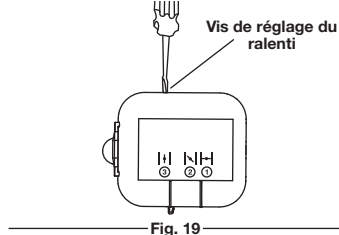

Fig. 19
Il est possible de régler la vitesse de ralenti du moteur. Une vis de réglage du ralenti se trouve entre le couvercle du filtre à air et le couvercle du moteur (Fig. 19).
- Relâchez la gâchette et laissez tourner le moteur au ralenti. Si le moteur s'arrête, insérez un petit tournevis cruciforme entre le couvercle du filtre à air et le couvercle du moteur (Fig. 19). Tournez la vis de réglage du ralenti vers la droite, 1/8 de tour à la fois, jusqu'à ce que le moteur tourne au ralenti de façon régulière.